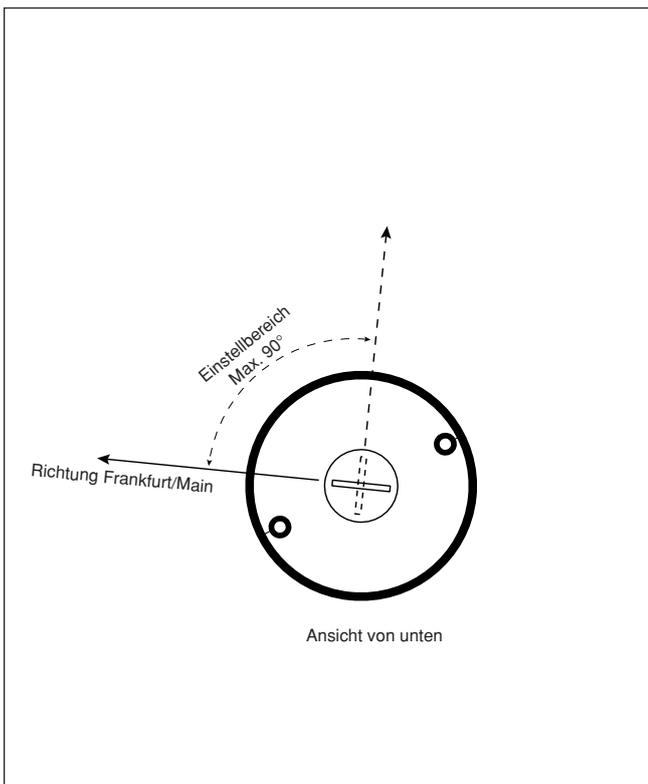
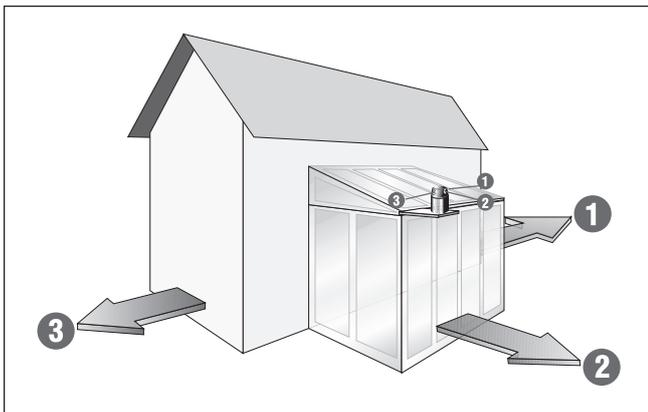
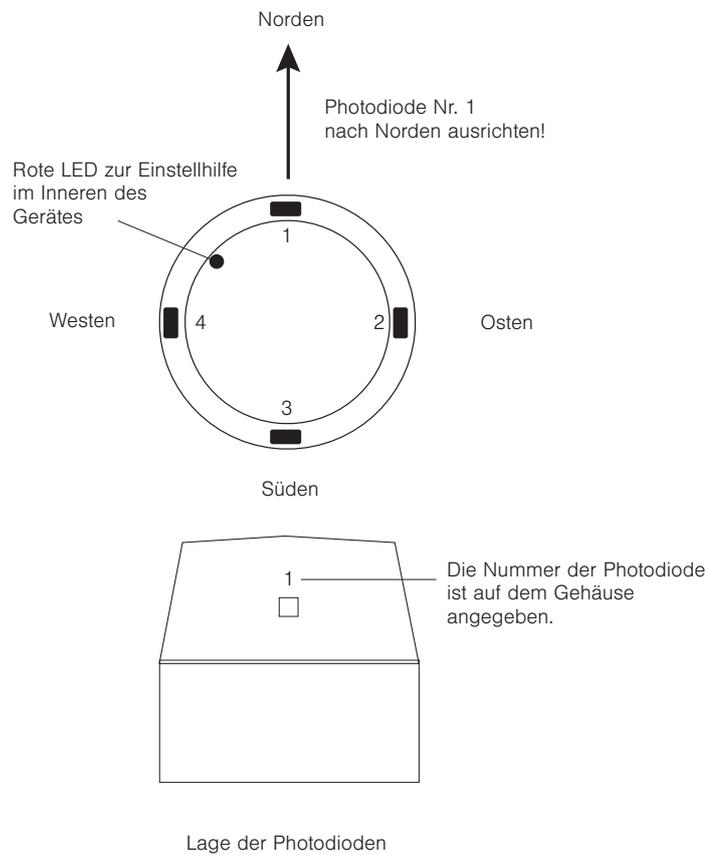

Abb. 2 Ausrichtung der Empfangsantenne
Abb. 3 Ausrichtung der einzelnen Photodioden (1 bis 3)
Abb. 6 Elektrischer Anschluss / Zuordnung der Adernfarben zu den einzelnen Photodioden
- Testen Sie vor der Montage des Messwertgebers den Montageort unbedingt auf seine Empfangsfähigkeit! Bestandteil des Gerätes ist eine Empfangsantenne, deshalb sollte es grundsätzlich mindestens 0,5 m von Steuergerät und 230 V AC Leitungen entfernt montiert werden. Am Gehäuseboden befindet sich eine weiße Kunststoffscheibe mit Nut. Durch Drehen der Scheibe mit einer Münze kann die Antenne im Inneren des Gerätes in einem Bereich von ca. 90° justiert werden. Idealerweise sollte die Nut in der Einstellscheibe in Richtung Frankfurt/Main zeigen (Abb. 2). Zur Einstellhilfe befindet sich zwischen der ersten und der zweiten Photodiode eine rote LED im Inneren des Gehäuses (Abb. 6). Wird das Zeitsignal empfangen, dann blinkt diese LED im Sekundentakt. Beachten Sie bitte, dass das Blinksignal bei starker Sonneneinstrahlung nicht sichtbar ist. Ob Sie ein korrektes Zeitelegramm empfangen, können Sie nicht am Blinken der LED erkennen, sondern erst nachdem Sie den Messwertgeber an Ihre Sonnenschutzzentrale angeschlossen und die Inbetriebnahme durchgeführt haben. Sollte der Empfang nicht einwandfrei sein, beachten Sie bitte folgende Hinweise:
- Die Photodioden im Messwertgeber müssen den gleichen Helligkeitsbedingungen ausgesetzt sein wie die zu steuernden Sonnenschutzbehänge. Richten Sie die Photodioden nach den zu verschattenden Gebäudefassaden aus (siehe Abb. 3). Beachten Sie, dass die Photodiode Nr. 1 (Abb. 6), die für die Dämmerungsautomatik erforderlich ist, dabei möglichst nach Norden weist und nicht durch künstliche Lichtquellen beeinflusst werden kann.
Der elektrische Anschluss erfolgt nach Abb. 6, dort ist auch die Zuordnung der Fotodioden zu den Adernfarben der Anschlussleitung beschrieben. Grundsätzlich können Sie entweder eine, zwei, drei oder alle vier Photodioden (je nach Einsatzzweck) an Ihre Zentrale anschließen. Zur dämmerungsabhängigen Steuerung sollte die Photodiode 1 verwendet werden. Das Gerät wird mit einer Anschlussleitung (Länge 3 m) geliefert. Sollte die Länge dieser Leitung nicht ausreichen, kann diese auf bis zu 100 m verlängert werden. Bauseitig wird hierzu eine Abzweigdose benötigt. Wählen Sie eine Variante, die den jeweiligen Umgebungsbedingungen gerecht wird (für Außenmontage z.B. IP65). Vom Messwertgeber zur Sonnenschutzzentrale empfehlen wir Ihnen die Verwendung der Leitung 8 x AWG 26 C UL (UV-beständig).